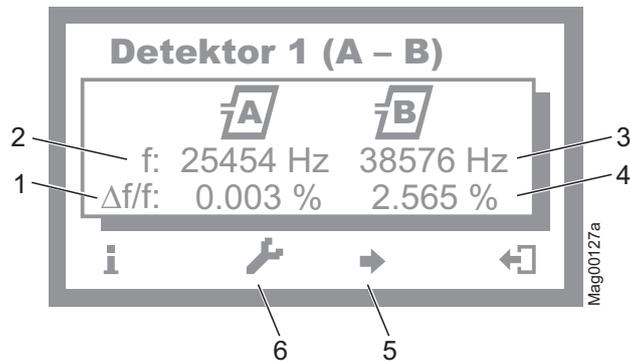

Abb. 22: Beispiel "Ansicht Menü Detektor 1 (A-B)"
3. Linke Bedientaste so oft drücken, bis das Menü "Detektor 1 (A-B)" angezeigt wird. → Siehe Seite 77, Abb. 22.